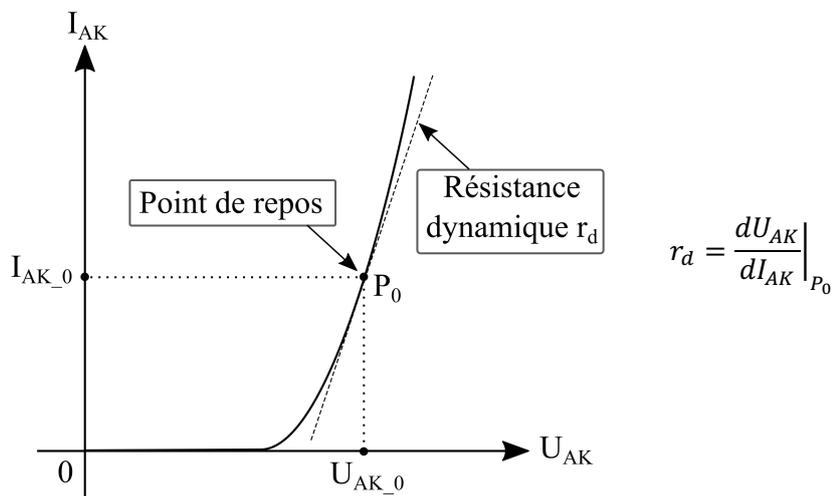

Figure 4 : Représentation du point de repos et de la résistance dynamique de la diode
- 2.2.1. Autour des points dits de "fonctionnement ou de repos" (voir figure 4) définis notamment par un courant I_{AK} de 2 mA, 5 et 20 mA, déterminer graphiquement à partir du tracé de la tangente au point de fonctionnement, la résistance interne « dynamique » r_d , de la diode.